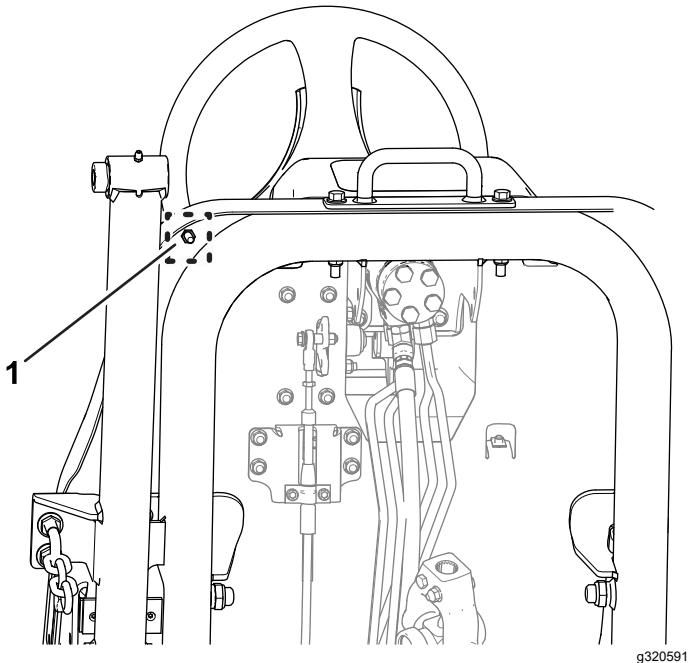

Рисунок 78
- Ослабьте контргайку в нижней части подножной пластины (Рисунок 78).
- Удерживая упор педали управления тягой, затяните контргайку в нижней части подножной пластины (Рисунок 77 и Рисунок 78) с моментом от 37 до 45 Н·м.